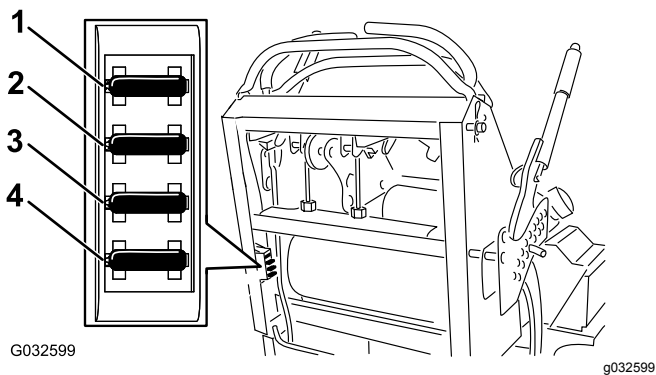

Figure 51
4. Sortez le fusible et remplacez-le (Figure 51).